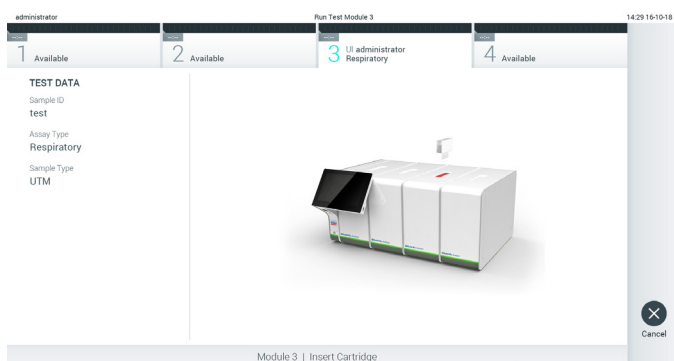

**Figura 26. Ecranul Confirm (Confirmare).**
5. Va apărea ecranul Confirm (Confirmare). Revizuiți datele introduse și faceți modificările necesare apăsând pe câmpurile relevante ale ecranului tactil și editarea informațiilor (Figura 26).